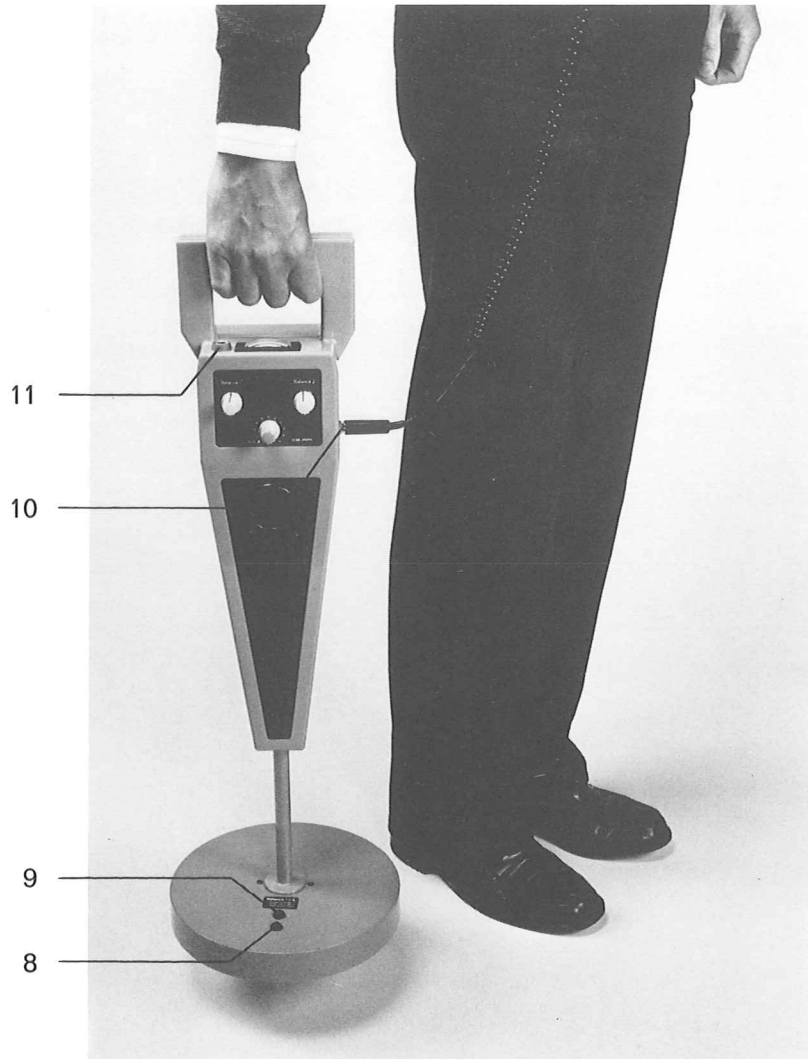

Abb. 3
In diesem Fall ist zunächst der grobe Nullabgleich vorzunehmen (Sh. Abb.3):
Reicht bei z.B. großem Straßenlärm die Lautstärke des eingebauten Lautsprechers nicht mehr aus, kann an Buchse (10), Abb.3, ein Kopfhörer angeschlossen werden.